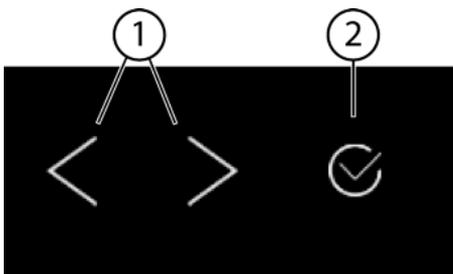
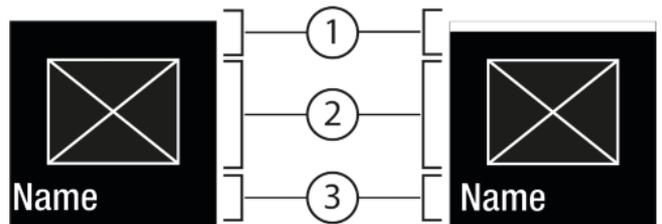
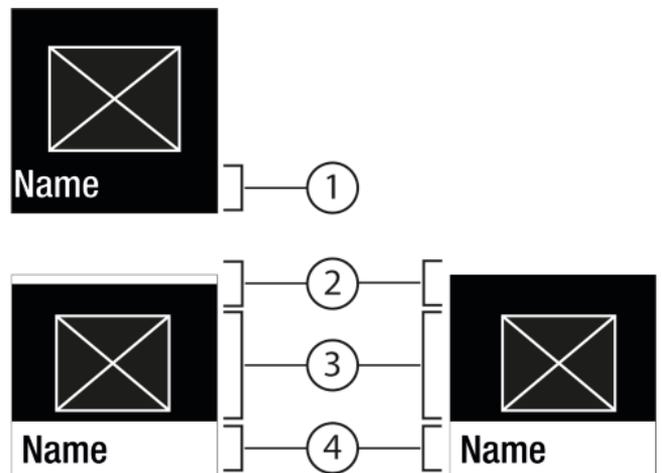

Fig. 5
Fig. 6
Fig. 7
- (1) Flechas de navegación izquierda / derecha      (2) Confirmar
#### Flechas de navegación izquierda / derecha Fig. 5 (1):
#### Confirmar Fig. 5 (2):
- Navegación con la flecha de navegación izquierda / derecha Fig. 5 (1).
- Con Confirmar Fig. 5 (2) activación / desactivación de la función Fig. 6 (1) / ajuste Fig. 6 (1).
- Acceso al Submenú Fig. 5 (2) con Confirmar Fig. 7 (4).
- Ajuste de nuevo valor: Selección de un valor desactivado Fig. 5 (2) con Confirmar Fig. 6 (1).
- Regreso al menú: Selección del valor ya activado Fig. 5 (2) con Confirmar Fig. 6 (2).
- ▶ Pulse las flechas de navegación Fig. 5 (1) hasta que se muestre .
- ▶ Pulse Confirmar Fig. 5 (2).
- ▶ Pulse las flechas de navegación Fig. 5 (1) hasta que se muestre la función.
- ▶ Seleccione el valor de ajuste con las flechas de navegación Fig. 5 (1).
- ▷ Estado: activado Fig. 6 (1) aparece brevemente en el submenú Fig. 7 (4).
- ▶ Pulse las flechas de navegación Fig. 5 (1) hasta que se muestre  Ajustes.
- ▶ Pulse las flechas de navegación Fig. 5 (1) hasta que se muestre el ajuste deseado.
- ▶ Pulse Confirmar Fig. 5 (2) durante 3 segundos.